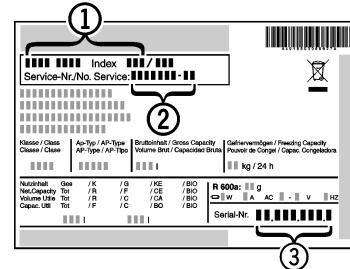

Fig. 16
Fig. 16 (1), le n° de service Fig. 16 (2) et le n° de série Fig. 16 (3) sur la plaquette signalétique. Cette plaquette se trouve sur la paroi intérieure gauche de l'appareil.
- ▶ Informer le S.A.V. et lui communiquer la panne, la désignation de l'appareil Fig. 16 (1), le n° de service Fig. 16 (2) et le n° de série Fig. 16 (3).